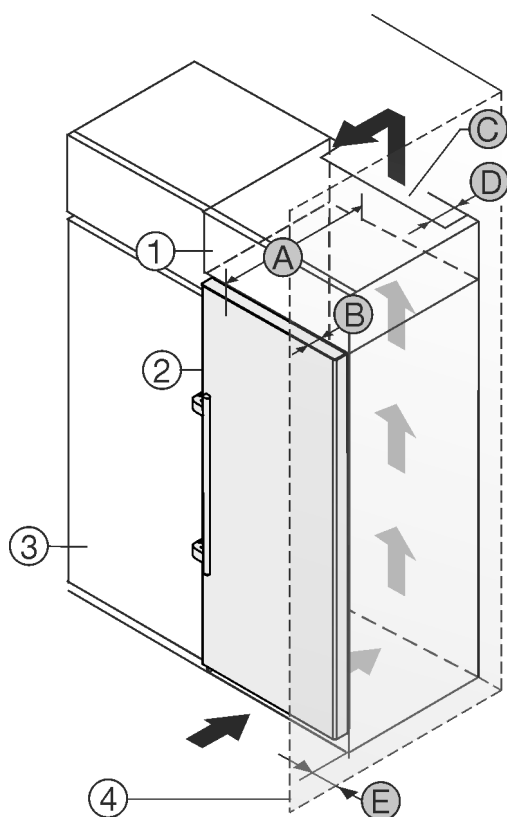

Fig. 2
Sie können das Gerät direkt neben dem Küchenschrank *Fig. 2 (3)* aufstellen.*
An der Rückseite des Aufsatzschrankes muss ein Abluftschacht mit der Tiefe *Fig. 2 (D)* über die gesamte Aufsatzschrankbreite vorhanden sein.*
Unter der Raumdecke muss der Entlüftungsquerschnitt *Fig. 2 (C)* eingehalten werden.*
Wenn Sie das Gerät mit den Scharnieren neben einer Wand *Fig. 2 (4)* aufstellen, dann muss der Abstand zwischen Gerät und Wand mindestens 57 mm betragen. Dies entspricht dem Griffüberstand bei geöffneter Tür.*
Damit Sie die Tür vollständig öffnen können, muss das Gerät um die Türtiefe *Fig. 2 (B)* gegenüber der Küchenschränkefront vorstehen. Abhängig von der Tiefe der Küchenschränke *Fig. 2 (3)* und Verwendung von Wandabstandshaltern kann das Gerät weiter herausragen.*